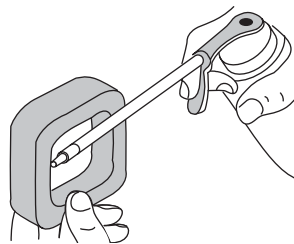

Fig. 25
4. Appliquez une quantité suffisante d'huile moteur propre SAE 30 pour enduire légèrement le filtre (Fig. 25).